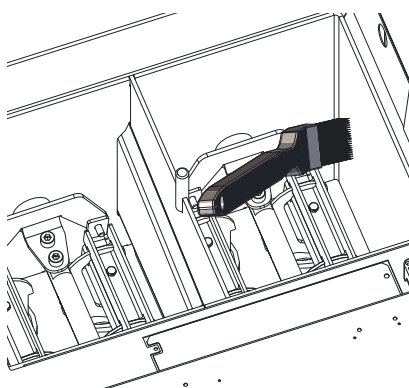

Fig. 51 Nettoyer les surfaces d'échange
- ▶ Nettoyer les surfaces d'échange avec un pinceau et une spatule – Fig. 51.